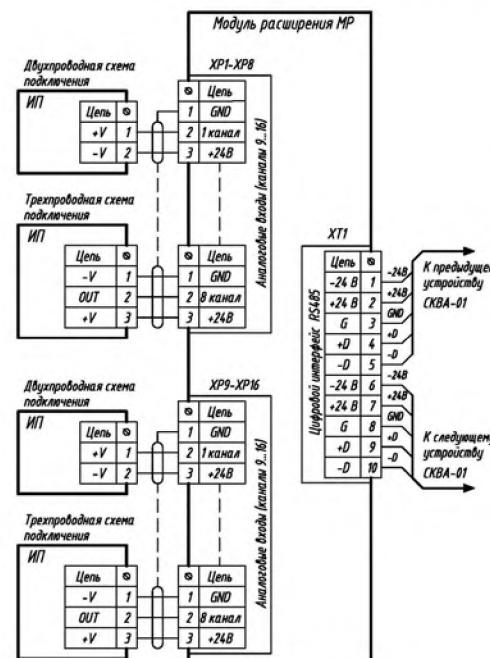

Рис.2
4.2 Подключение производить строго по схеме подключения рис.2.
4.3 Подключение ИП к МР и объединение МР с другими устройствами по интерфейсу RS485 выполняется по схеме рис.2 в следующем порядке: